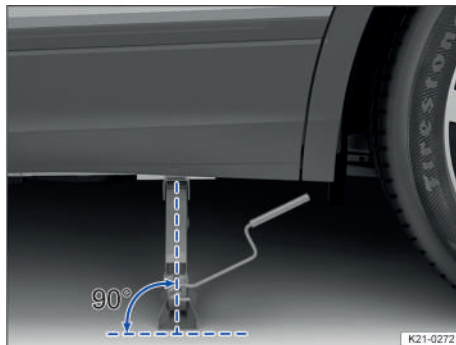
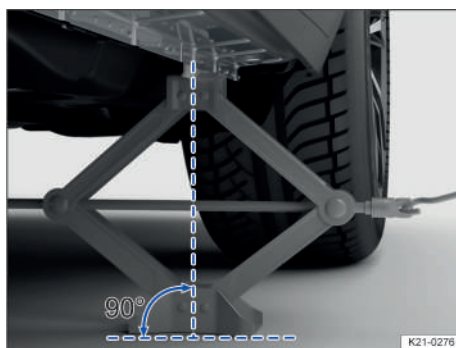

Fig. 269 Alineación correcta del gato.
Fig. 270 Gato colocado en el lado izquierdo del vehículo, en la zona trasera.
4. Asegúrese de que toda la base del gato descansa firmemente sobre el suelo y de que se encuentre en vertical exactamente debajo del punto de apoyo → fig. 269 y → fig. 270.
5. Centre el gato y siga subiéndolo con la manivela hasta que la garra sujete el punto de apoyo para el gato situado debajo del vehículo → fig. 270.
- Coloque el gato solamente en los puntos descritos. La garra del gato deberá sujetar bien el refuerzo del larguero inferior → fig. 270.